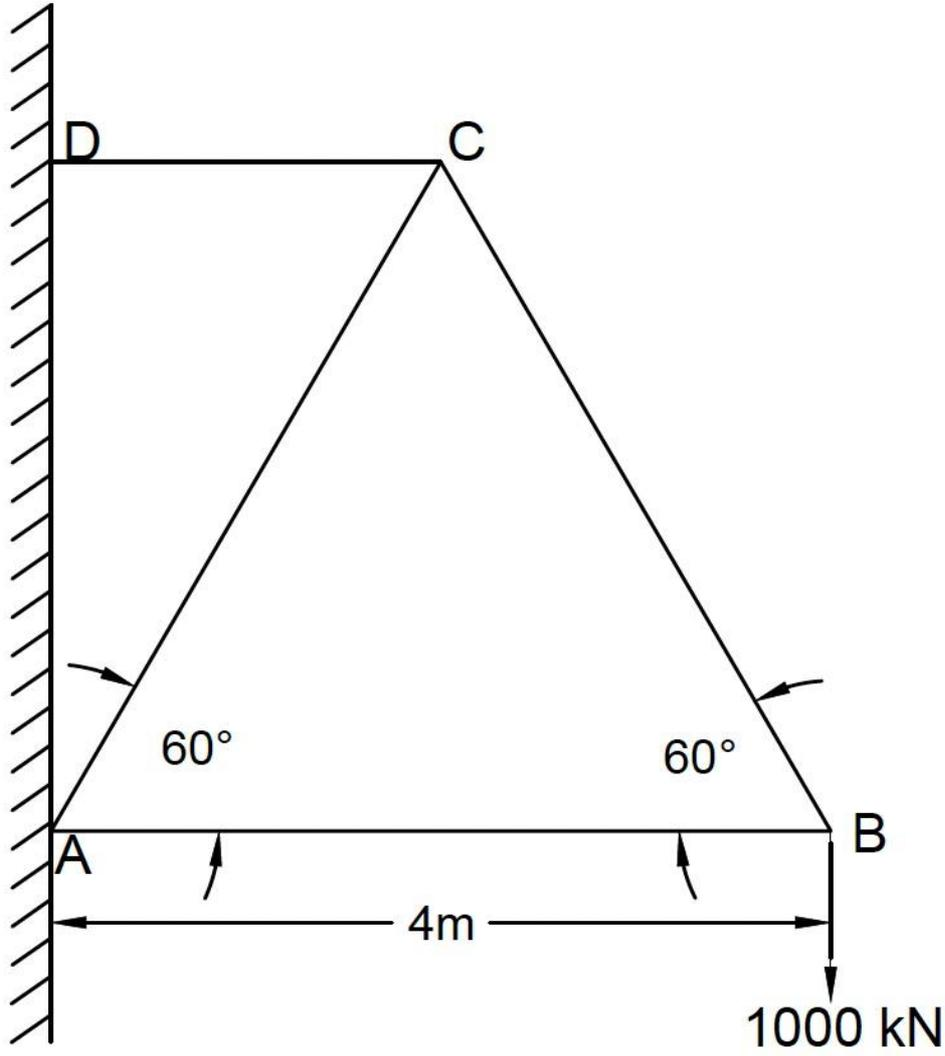

Figure No. 6
- (અ) (૧) T-સેક્શન અને હોલો લંબચોરસ સેક્શન માટે શીયર સ્ટ્રેસ ડિસ્ટ્રિબ્યુશન ડાયાગ્રામ દોરો. ૦૩
(૨) લંબચોરસ બીમની ઊંડાઈમાં શીયર સ્ટ્રેસ કેવી રીતે વિતરિત થાય છે તે સમજાવો.
- (c) Find forces in all members of a truss as shown in figure no.6 by method of joint. 07